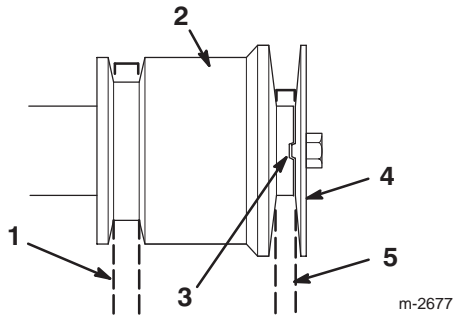

Figure 33
Remarque : Ne pincez pas la courroie d'entraînement de traction (Fig. 33).
15. Remontez la poulie à gorge du moteur en prenant soin de bien engager le relief d'indexation dans le creux d'indexation de la poulie du moteur (Fig. 33).
16. Fixez la poulie à gorge avec la rondelle, la rondelle-frein et la vis du vilebrequin (Fig. 33).
Remarque : Ne pincez pas la courroie d'entraînement de tarière/roue hélice (Fig. 33).
Remarque : Contrôlez que le relief d'indexation de la poulie à gorge du moteur est bien engagé dans le creux d'indexation de la poulie du moteur centrale. Ne pincez pas la courroie (Fig. 33).